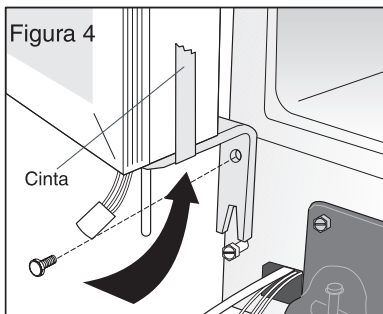

Figura 4
5. Coloque una tira de cinta a lo largo de la parte inferior de la puerta, sobre la bisagra inferior y a lo largo del lado de la puerta. Esto sujetará la bisagra en su sitio al retirar la puerta (Figura 4).
6. **Afloje, pero NO RETIRE el perno inferior de la bisagra inferior.** Retire el perno superior de la bisagra inferior (Figura 4).
8. Levante la puerta con cuidado y quítela del perno de la bisagra inferior que había aflojado (Figura 4).